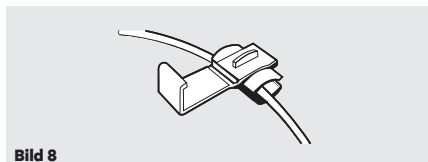

Bild 8
Legen Sie das 12 V + (Plus)-Kabel der Rückfahrleuchte seitlich in den Klemmverbinder (9) ein (siehe Bild 8).